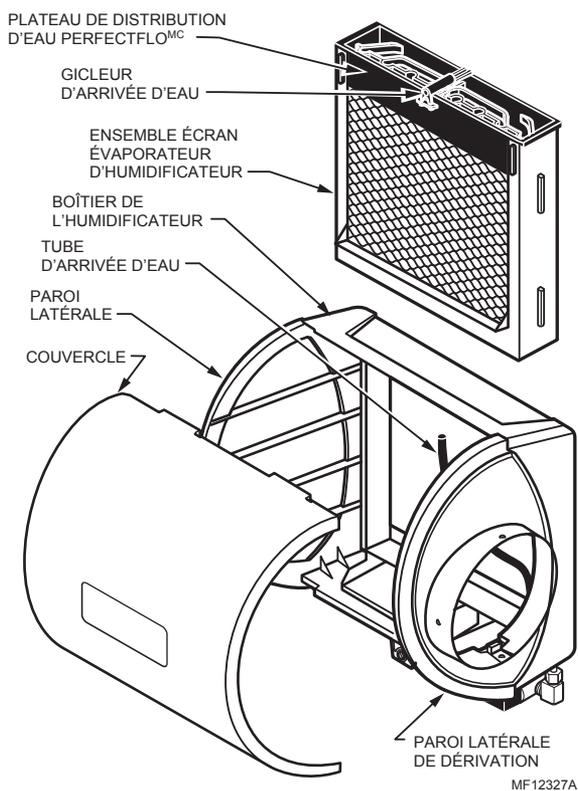

Fig. 16. Nettoyage de l'humidificateur
2. Retirer le couvercle de l'humidificateur. Voir la figure 16.